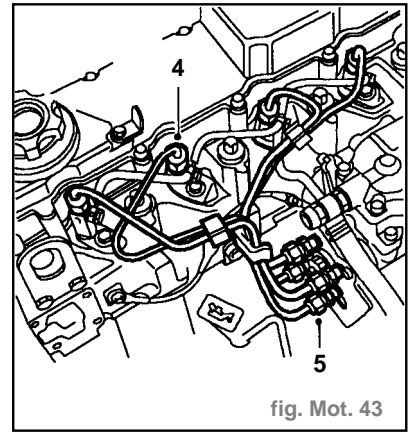

fig. Mot. 43
- Desserrer le raccord union (4) de tuyau d'injecteur de l'injecteur (fig. Mot. 43).
- Débrancher le tuyau (5) de l'injecteur et le mettre sur le côté.
- Enlever 2 boulons (4) maintenant le tuyau de recyclage des gaz d'échappement sur le tuyau d'entrée du collecteur d'admission.
- Enlever le boulon (5) maintenant le tuyau d'entrée du collecteur d'admission sur le couvercle d'arbre à cames.
- Enlever 2 boulons (6) maintenant le tuyau d'admission sur le collecteur d'admission.
- Déposer le tuyau (7) d'entrée du collecteur d'admission et jeter son joint.